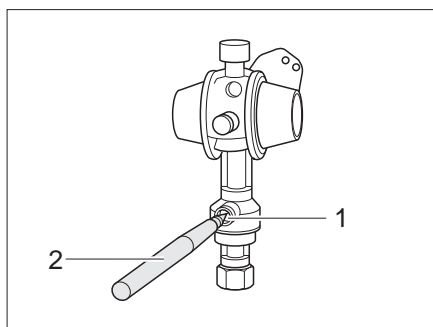

Fig. 180 Crash-Sensor
- A l'aide d'un stylet (Fig. 180,2), enfoncer le bouton de déverrouillage (Fig. 180,1) pendant plusieurs secondes.